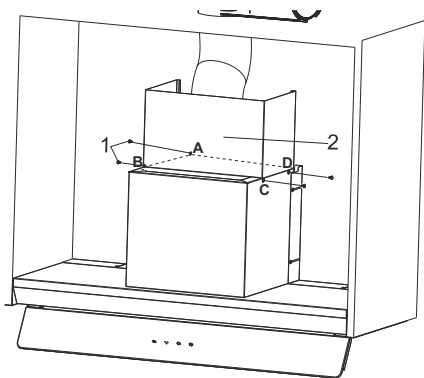

Fig. 16
5. Colocar as condutas em chapa metálica no produto (Fig. 16). Usar os 4 parafusos de ligação através dos pontos A, B, C, D à estrutura do aparelho (Fig. 16).